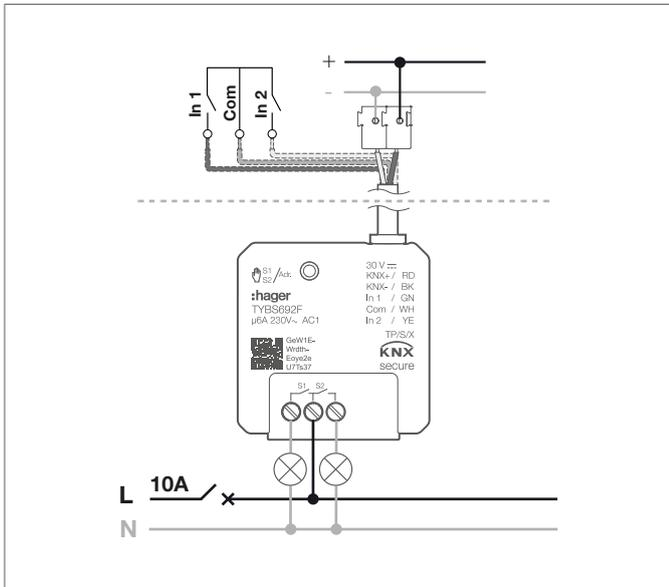
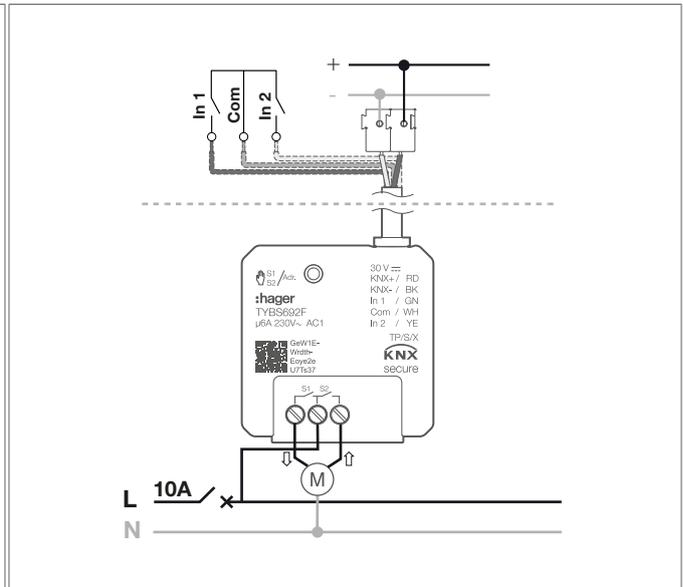

Abbildung 3: Anschlussplan TYBS692F Lampenlast
Abbildung 4: Anschlussplan TYBS692F Motorlast
- Gerät gemäß Anschlussplan ((Abb. 3: Anschlussplan TYBS692F Lampenlast) oder (Abb. 4: Anschlussplan TYBS692F Motorlast)) anschließen.